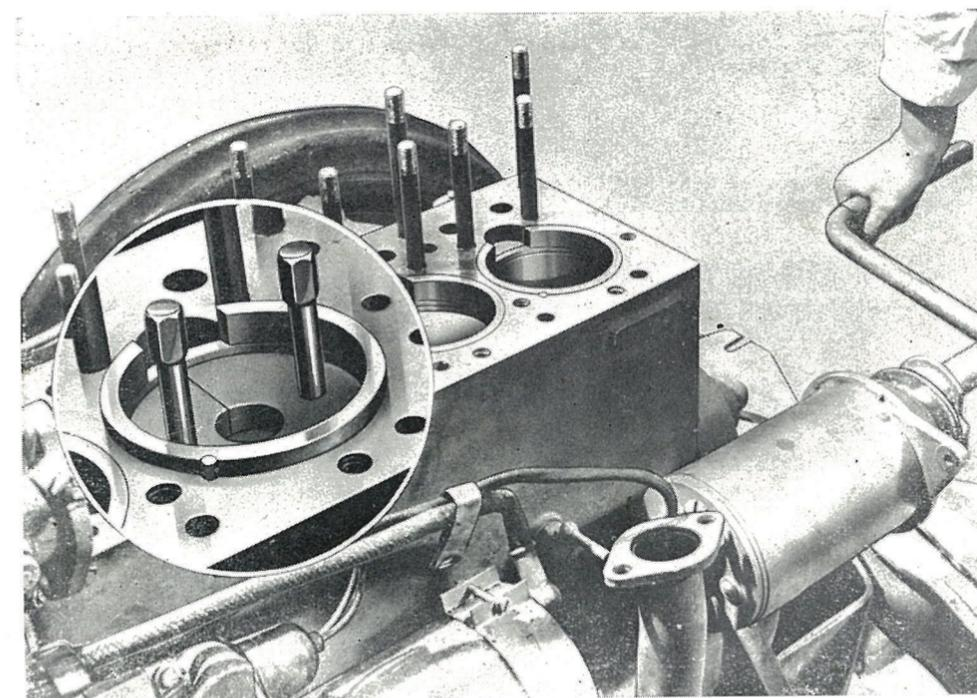

FIG. 21
2. Placer les pistons à mi-course et disposer les deux parties de l'outil de service FT 108 sur la tête de piston (fig. 21).